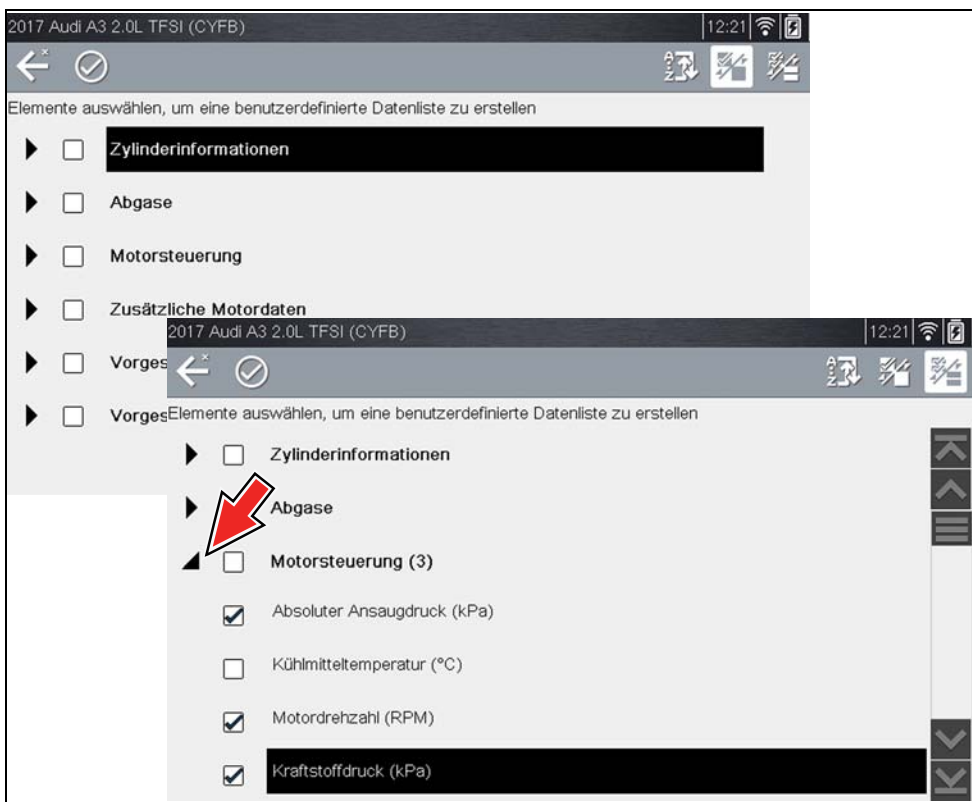

Abbildung 4-22
2. Der Datenauswahlbildschirm wird angezeigt (Abbildung 4-22). Jeder Punkt in der Liste kann durch Klicken des Symbols „Ausklappen“ ausgeklappt werden (Abbildung 4-22). Sie können einen beliebigen Punkt in der List aufklappen und auswählen, welche PIDs Sie in die Liste einbeziehen möchten. Klappen Sie die Liste dann wieder ein und wählen Sie auf Wunsch eine andere aus. Die Häkchen links neben der Parameterbeschreibung zeigen an, welche Parameter zur Anzeige ausgewählt sind.